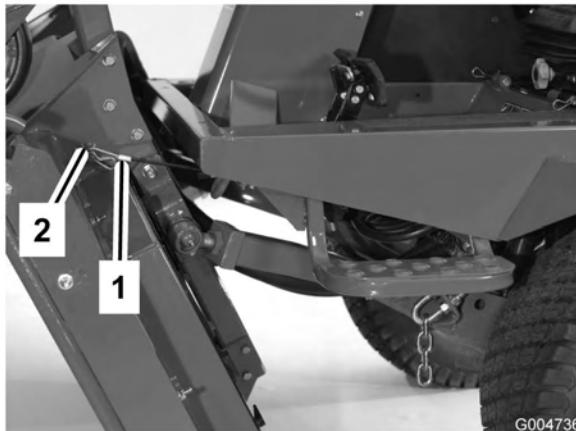

Figure 85
6. Tout en maintenant le plateau à la verticale, placez l'extrémité du câble sur l'axe du bras de relevage et fixez-le en position à l'aide de la goupille fendue (Figure 85).